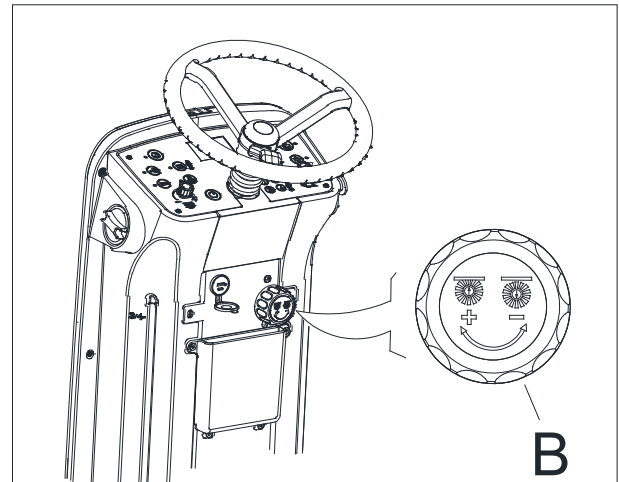

Figure 19
- Tourner le bouton (B, figure 19) comme suit :